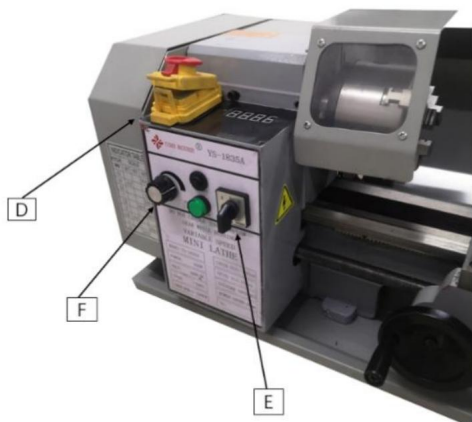

Fig. 9
1. Bouton d'urgence : Interrupteur ON/OFF (D, Fig. 9)
2. Interrupteur de commutation (E, Fig. 9)
3. Interrupteur de commande de vitesse variable (F, Fig. 9)